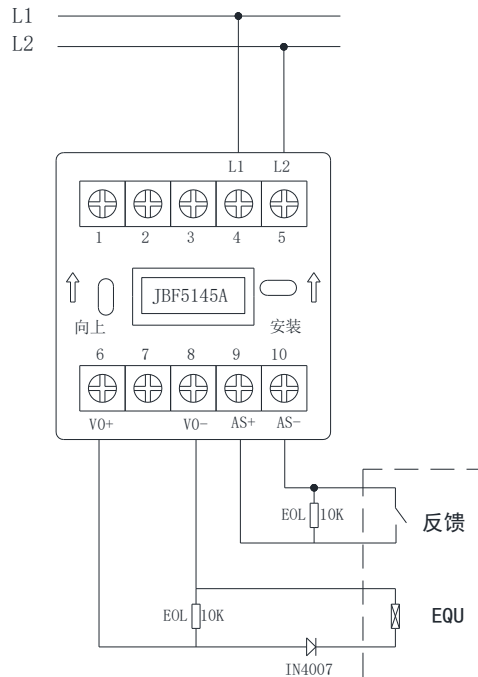

图 3 接线示意图
- ◆ 连接在 AS+和 AS-上的监视设备的动合端必须并联 10KΩ 终端电阻。见图 3。
- ◆ VO+（端子 6）、VO-（端子 8）：接被控设备（脉动触点）。模块启动后 VO+（端子 6）和 VO-（端子 8）可以脉冲输出。见图 3。